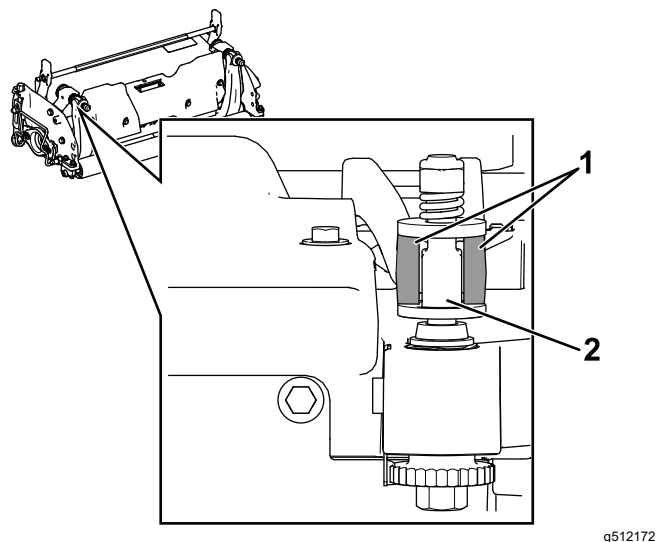

Figura 26
1. Montate la barra di appoggio/il gruppo controlama posizionando i supporti di montaggio tra le rondelle e la vite di regolazione della barra di appoggio (Figura 26).
Importante: Centrate i dispositivi di regolazione degli apparati di taglio DPA tra le linguette della barra di appoggio, come illustrato nella Figura 26.